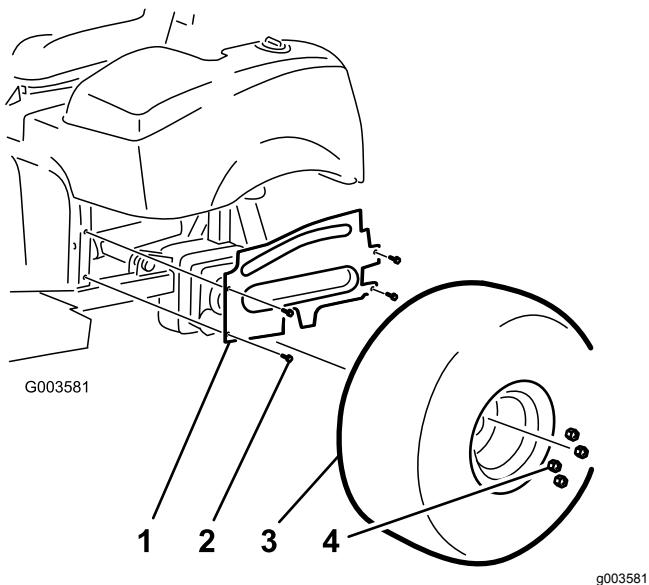

Figure 38
- 9. Remettez les 4 boulons à embase qui fixent la protection de roue gauche au cadre (Figure 38).
- 10. Montez la roue arrière gauche (Figure 38).